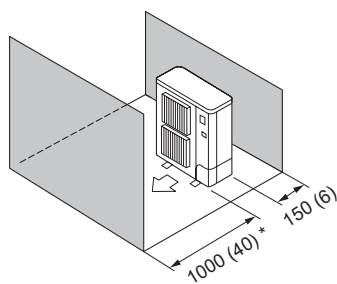

Fig. 2-10
- (5) Obstáculos sólo en la parte delantera y trasera (Fig. 2-10)